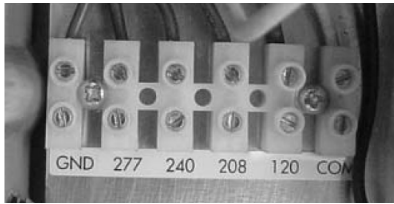

Figure 6 – Composants prébranchés
1. Desserrer les six (6) vis du couvercle de la porte d'accès du réflecteur et ouvrir le couvercle. Enlever la vis qui retient la plaque de finition sur le boîtier de ballast. S'assurer de maintenir la vis dans un endroit sûr.
2. S'assurer que le câble SOW est débranché de la source d'alimentation. Veiller à dénuder la partie des fils du câble SOW qui servira de terminaison. Noter que tous les composants de la zone de montage du ballast sont prébranchés. La seule chose à faire est de diriger l'alimentation vers le bloc de dérivation et le fil de masse. Voir la figure 6.